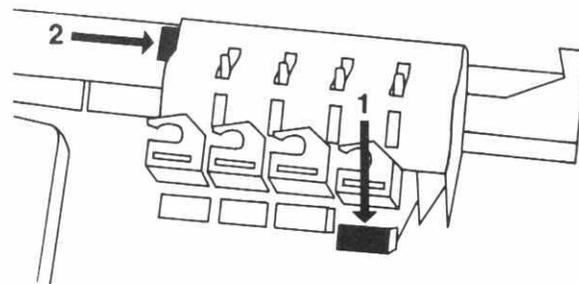

Fig. 13
7. Nüsschen (aus Beutel, Fig. 5) in den Schaltkasten einsetzen: Ausserste rechte Drucktaste drücken und dann den Auslöseknopf kräftig hineindrücken, Fig. 13/1 und 2.